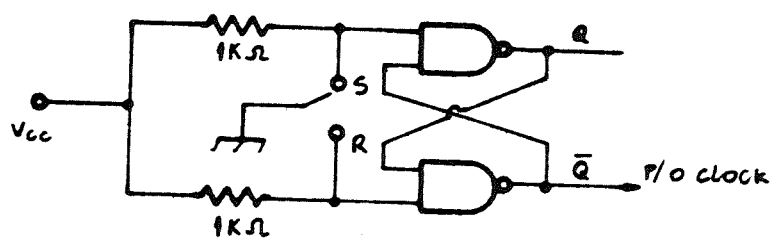

Figura 9.2
- 2.1.3. Monte o eliminador de ruído de chave da figura 9.2 e ligue-o à